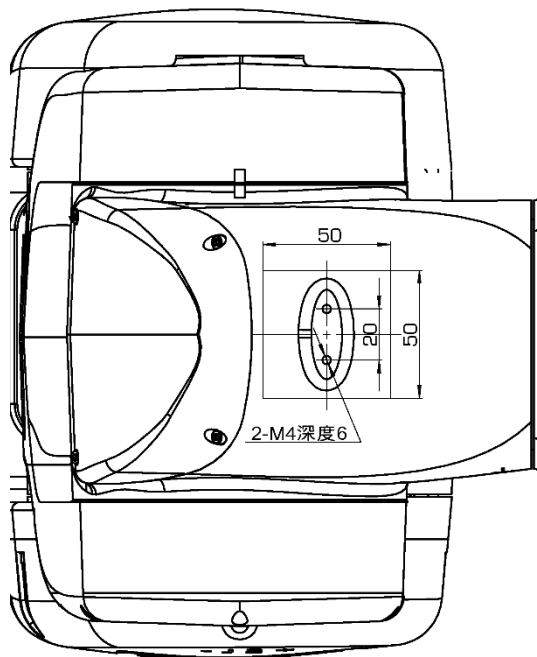

图 6-14 AIR8-710C 型操作机肘部负载接口尺寸示意图
AIR8-710C 型操作机 J3 轴肘部的设备安装孔规格及尺寸如图 6-14 所示。
- 肘部负载质心位置需位于图 6-14 所示 50mm×50mm 区域内部。